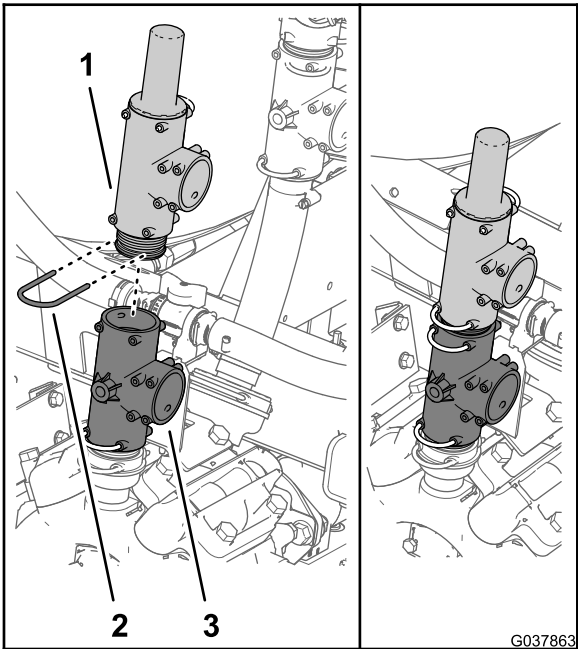

图67
- 如 图67 所示使用您在步骤 3 中卸下的卡环将带泄压阀的 T 形接头固定至打药车泵顶部的 T 形接头。